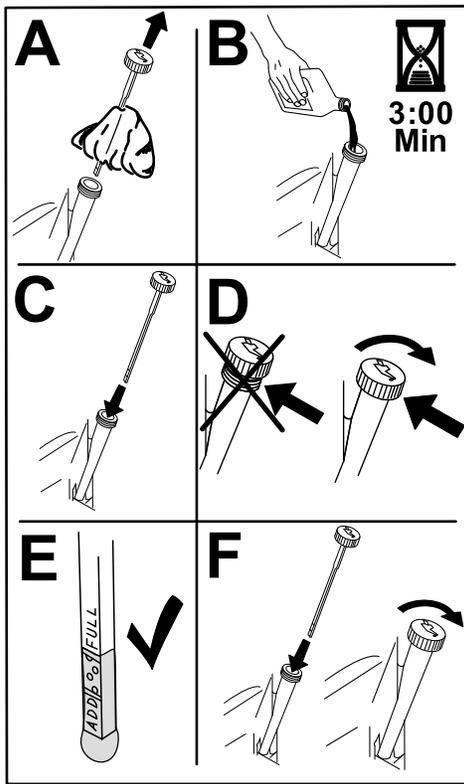

Figura 35
- Vierta lentamente un 80% aproximadamente del aceite especificado por el tubo de llenado, luego añada lentamente el resto del aceite hasta que llegue a la marca de **Lleno** (Figura 35).